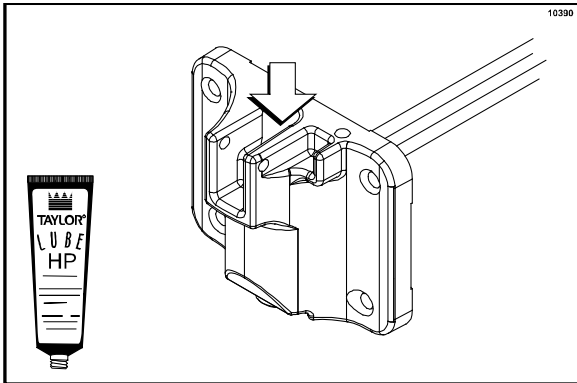

Figure 136
11. Lubrifier légèrement l'intérieur du haut de la cavité de la vanne dans la porte de l'unité (Cf. Figure 136).